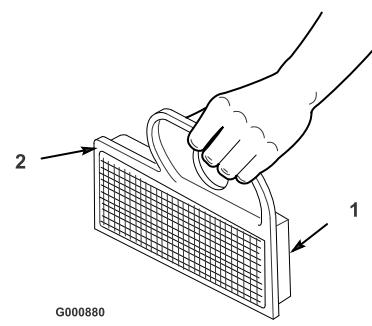

Bild 29
A. Klopfen Sie den Einsatz leicht auf eine flache Unterlage, um Staub und Schmutz zu beseitigen (Bild 29).